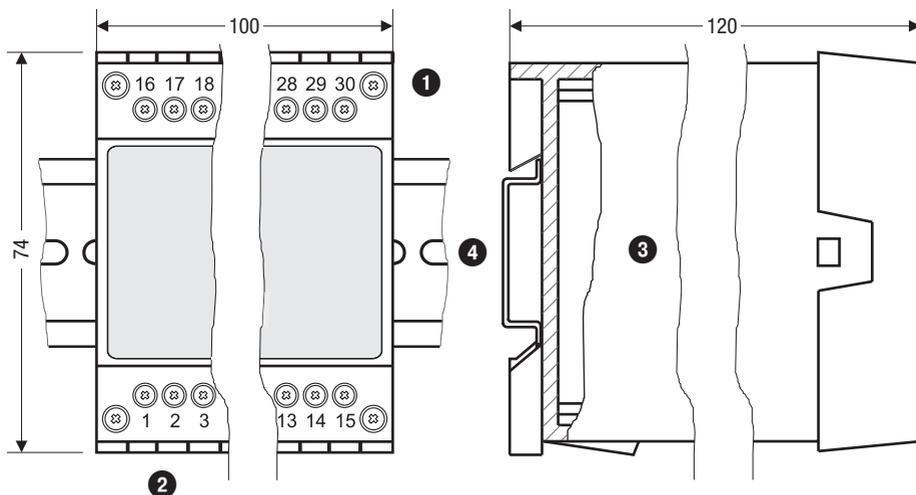

Fig. 1
I regolatori di livello NRR 2-52, NRR 2-53 sono agganciati su guida simmetrica TH 35, EN 60715 in quadri di controllo. **Fig. 1 ④**